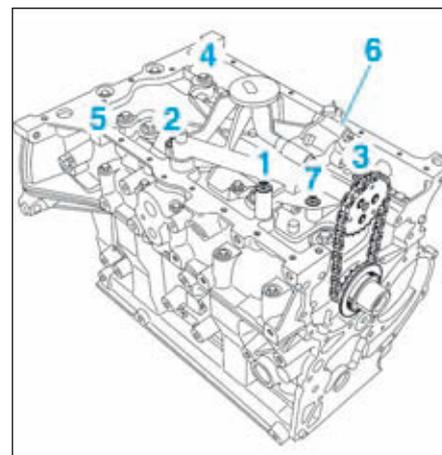

FIG.67
- Serrer en respectant l'ordre suivant les vis de la pompe à huile, puis de la plaque anti-émulsion (Fig.67).